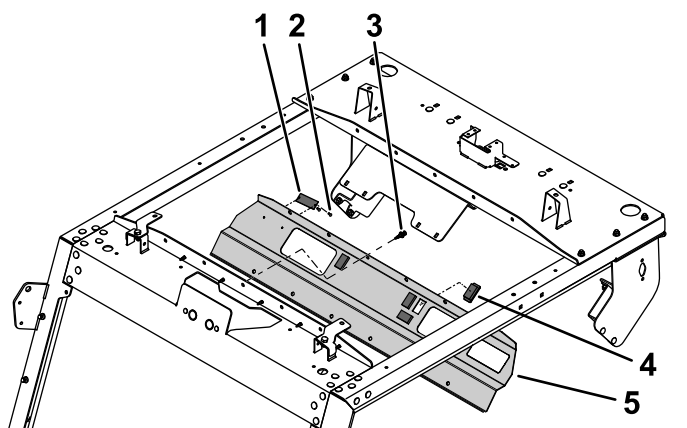

Figura 9
1. Instale as 4 tampas no painel de controlo (Figura 9).
2. Utilize dois rebites cegos para prender a placa de número de série ao painel de controlo (Figura 9).
3. Alinhe os orifícios de montagem no painel de controlo com os orifícios na montagem frontal do teto (Figura 9).
4. Fixe o painel frontal no teto frontal inserindo os 12 rebites plásticos nos respectivos orifícios e empurrando o êmbolo em cada rebite de plástico até que esteja fixo (Figura 9).